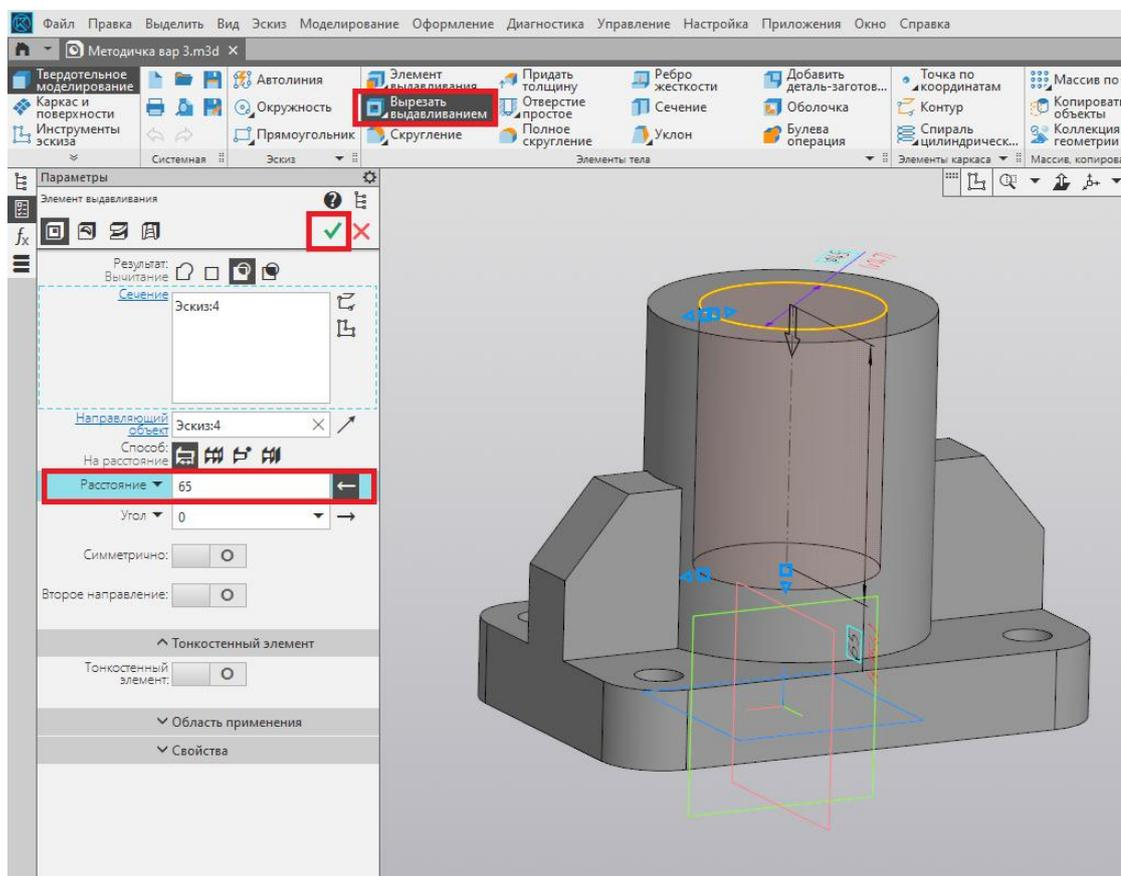

Рис. 152
24. При помощи команды «Вырезать выдавливанием» выполняем цилиндрическое отверстие на глубину 65 мм. Завершаем выполнение команды нажатием на зелёную галочку (рис. 152).